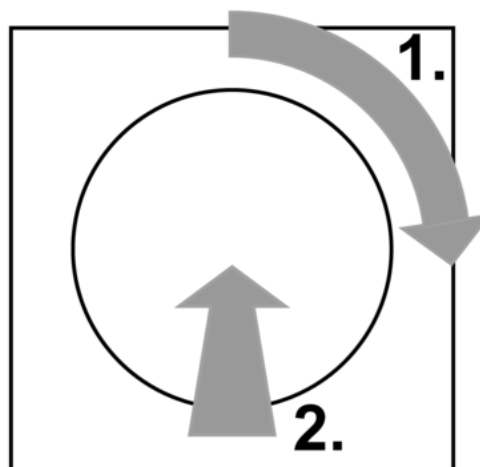

Bild 3: Maximale Helligkeit
- Einstellknopf um eine viertel Drehung im Uhrzeigersinn drehen und Einstellknopf drücken (Bild 3).